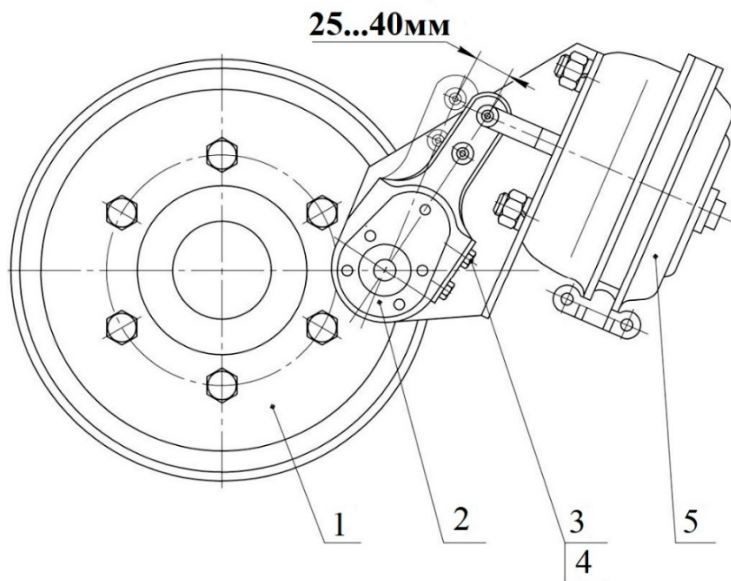

Рисунок 7.2 – Схема регулировки тормозов
- расстопорить ось червяка 4 (рисунок 7.2) рычага регулировочного 2, отвернув винт стопорный 3;